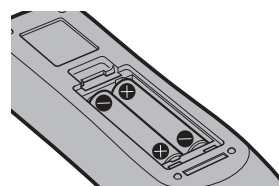

Fig. 2
- 2) **Inserire le batterie e chiudere il coperchio (inserire prima il lato "⊖"). (Fig. 2)**